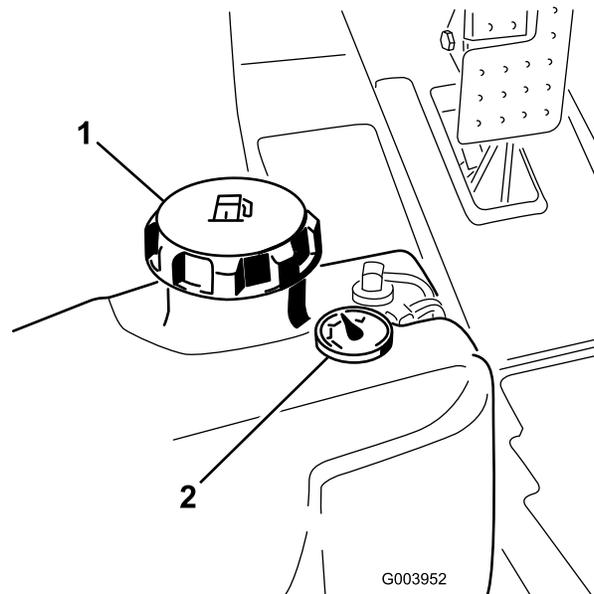

Figura 33
- Retire a tampa do depósito de combustível (Figura 33).